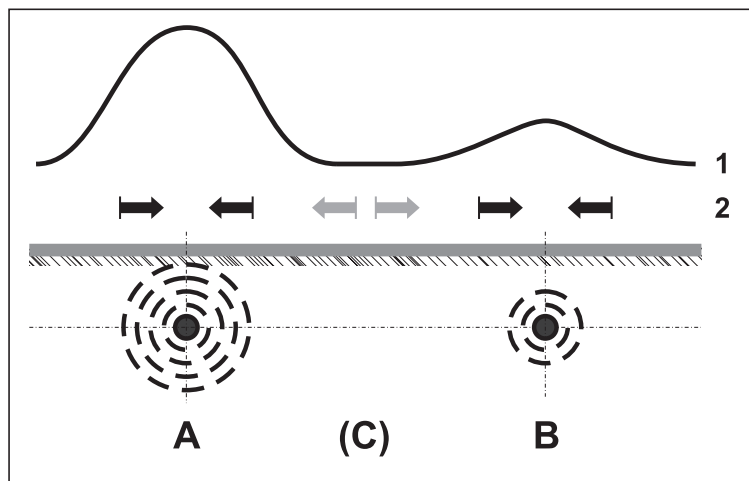

Fig. 28: Situación de localización en tuberías tendidas una al lado de la otra
La fig. 28 muestra una situación de localización en la que junto a la tubería A que va a localizarse hay otra tubería B pegada a ella. La tubería A recibe una inducción directa de señal. A través de ambas tuberías el transcurso de la señal (1) muestra cada vez un nivel máximo.